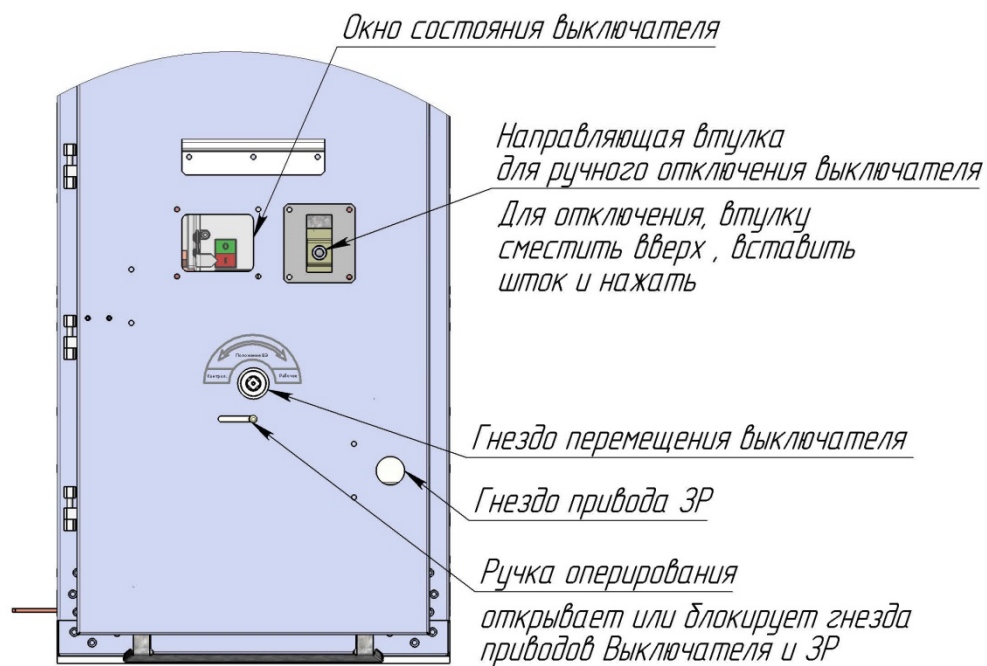

Рис. 10.1 Вкатывание (выкатывание) выключателя
- Вставить ключ для закатывания выключателя в гнездо на двери отсека выключателя и вращать по часовой стрелке (Рис. 10.1) до полного вкатывания выключателя (25 оборотов). На завершающем участке хода (последние 2–3 оборота) допустимо увеличение сопротивления вращению рукоятки вследствие процесса стыковки элементов контактных систем главной цепи.
Перед выкатыванием необходимо убедиться в том, что выключатель приведен в положение «ОТКЛ». Вставить ключ для закатывания выключателя в гнездо на двери ОВ и вращать против часовой стрелки (Рис. 10.1) до полного выкатывания выключателя (25 оборотов). На начальном участке хода (2–3 оборота) допустимо увеличенное сопротивление вращению рукоятки вследствие процесса размыкания элементов контактных систем. Убедиться, что на мнемосхеме, установленной на двери РО, указано контрольное положение выключателя.
Выключатель имеет электромагнитный привод и не имеет возможности включения ручным способом. Включение выключателя возможно только по вспомогательным цепям (при наличии оперативного питания) с двери РО. Отключение возможно как электрически, так и вручную, для чего предусмотрен механизм ручного отключения (см. Рис. 5.1). Для отключения вручную необходимо вставить шток в направляющую втулку, расположенную на двери ОВ, и надавить им на коромысло механизма отключения, расположенного на корпусе выключателя (Рис. 10.1).